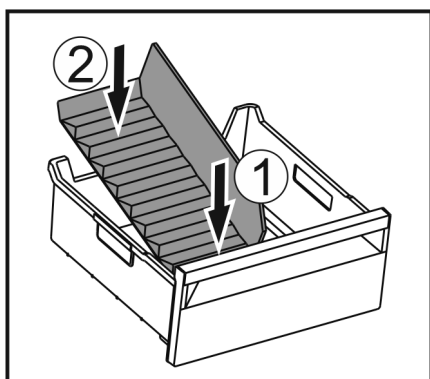

Fig. 127
- ▶ Inserire la parte anteriore del divisore dello scomparto del ghiaccio. Fig. 127 (1)
- ▶ Abbassare la parte posteriore del divisore dello scomparto del ghiaccio fino al fondo del cassetto. Fig. 127 (2)